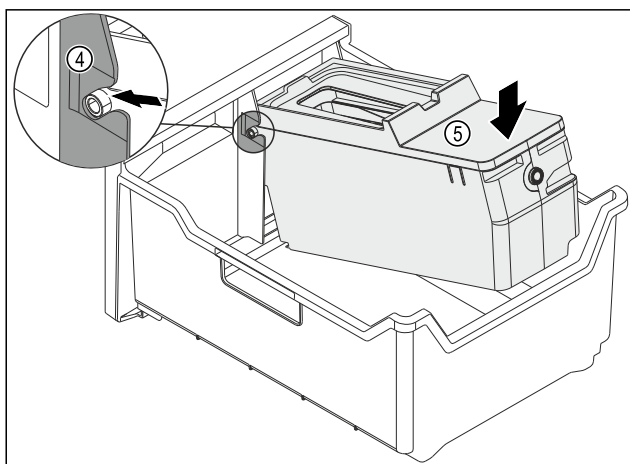

Fig. 125
- ▶ Montaż korpusu EasyTwist-Ice: Wsunąć osie korpusu EasyTwist-Ice w prowadnice Fig. 125 (4).
- ▶ Docisnąć korpus EasyTwist-Ice Fig. 125 (5) z tyłu do dołu.